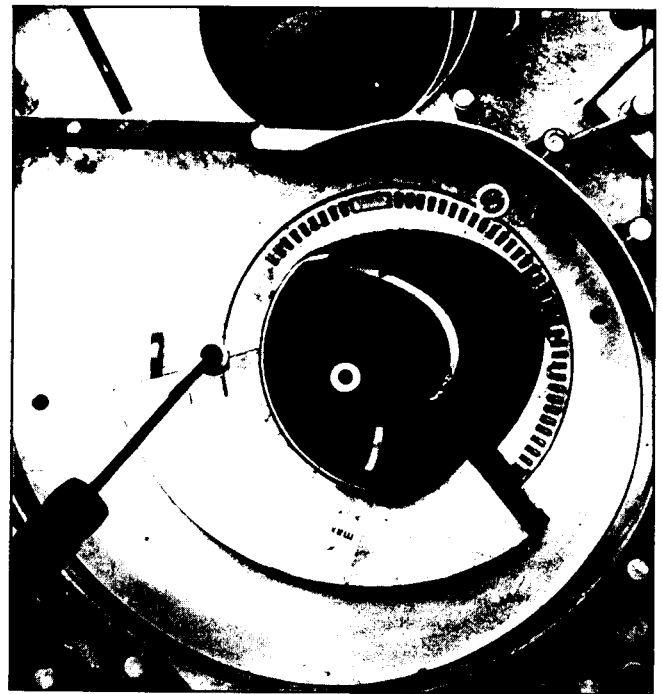

Bild 4: Lufterinlaufdüse
2. Veränderung der Gebläsekennlinie durch einstellbare Lufteinlaufdüse Bild 4.
### Einstellung der Lufterinlaufdüse (Bild 4):